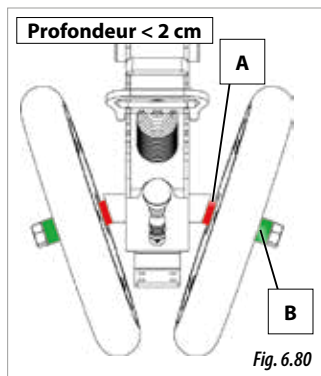

Fig. 6.80
- **PROFONDEUR DE SEMIS INFÉRIEURE À 2 cm** ou si **LE SILLON RESTE OUVERT** : montez les bagues d'espacement A (étroite) et B (large) comme illustré sur la figure 6.80.